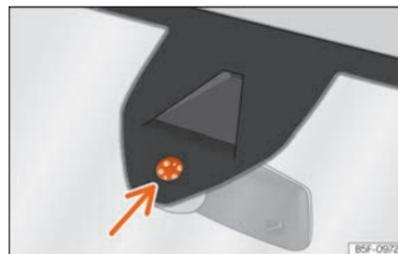

Fig. 77 Superficie sensible del sensor de lluvia.
Las posibles causas de anomalías e interpretaciones erróneas en la zona de la superficie sensible »» fig. 77 del sensor de lluvia son, entre otras:
- **Suciedad:** el polvo seco, la cera, el recubrimiento de los cristales (efecto loto) o los restos de detergente (túnel de lavado) pueden disminuir la efectividad del sensor de lluvia o hacer que reaccione más tarde, más despacio o que no funcione. Limpie regularmente la superficie sensible del sensor de lluvia »» fig. 77 (flecha) y compruebe posibles daños en las escobillas.